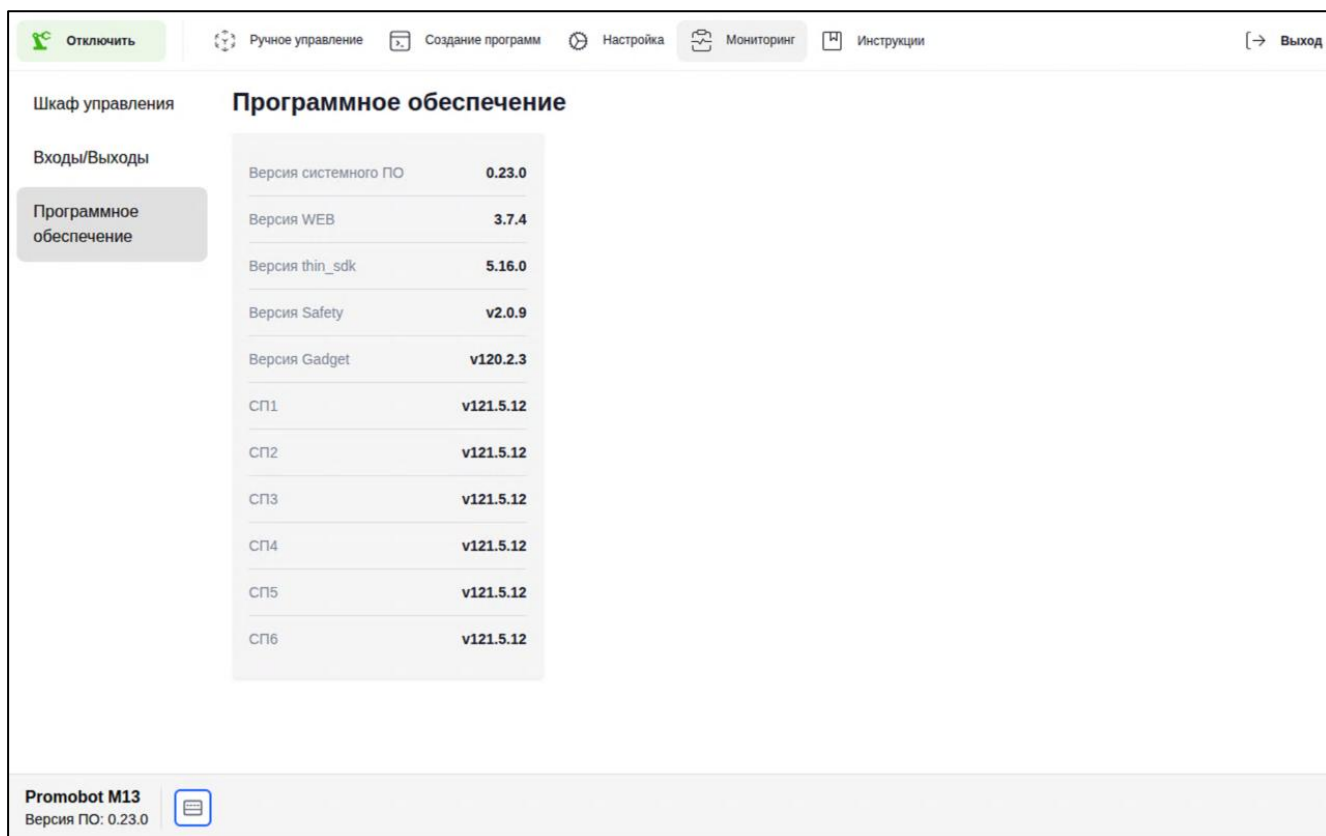

Рисунок II-68 – Раздел «Программное обеспечение»
4. Раздел «Программное обеспечение» (см. Рисунок II-68).